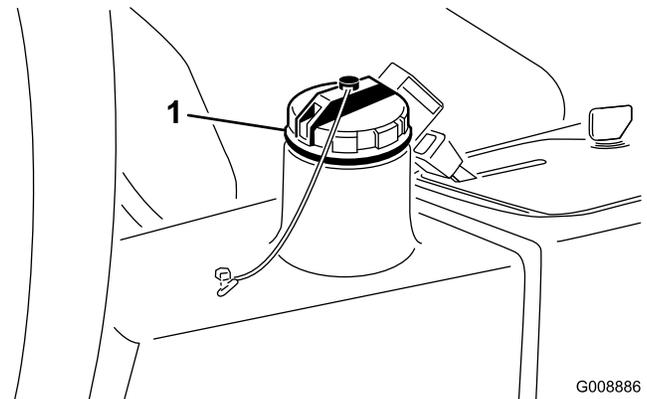

Figure 24
2. Nettoyez la surface autour du goulot et du bouchon de remplissage du réservoir hydraulique (Figure 24). Enlevez le bouchon.